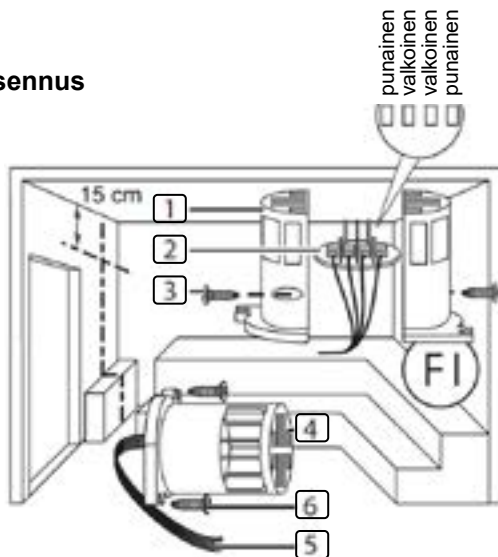
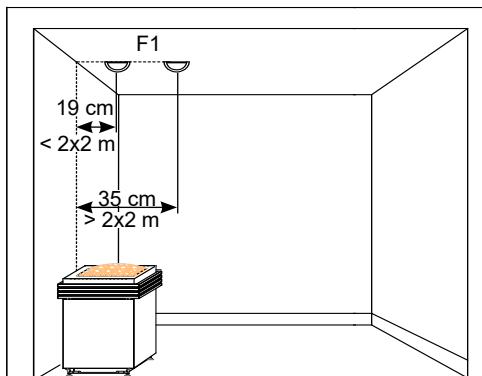

Fig. 6: Kiuasanturin asentamisen seinäkiinnitteisen kiukaan tapauksessa
Fig. 7: Kiuasanturin asentamisen jalustalle asetettavan ja pylväskiukaan tapauksessa
Noudata kiuasanturin asennuksessa kohtia **Fig. 6** ja **Fig. 7**:
- Kiuasanturi on asennettava seinäkiinnitteisen kiukaan takaseinämään keskikohdan yläpuolelle. Etäisyyttä saunahuoneen kattoon on oltava noin 15 cm. Jalustalle asetettavan ja pylväskiukaan tapauksessa on huomioitava **Fig. 7 sivulla 16**.
Asenna kiuasanturi tekemällä seuraavat työvaiheet (katso **Fig. 6**):
3. Liitä kiuasanturijohdon 5 neljä liitintä kiuasanturiin kuvan **Fig. 6 sivulla 16** mukaisesti.